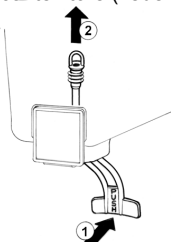

figura 2
5 Rubinetto a gommio: premere (1) la leva comando rubinetto e sfilare (2) il gommio dal foro d'uscita del contenitore (vedere figura 2).